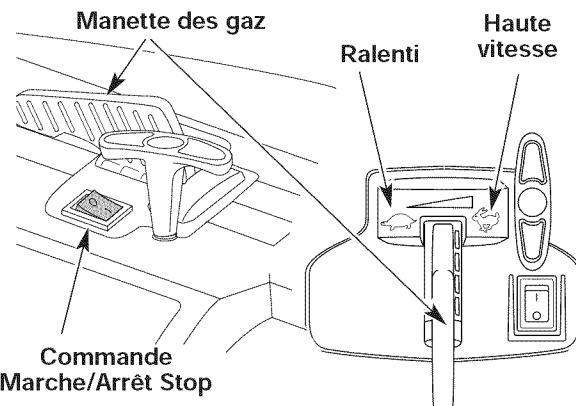
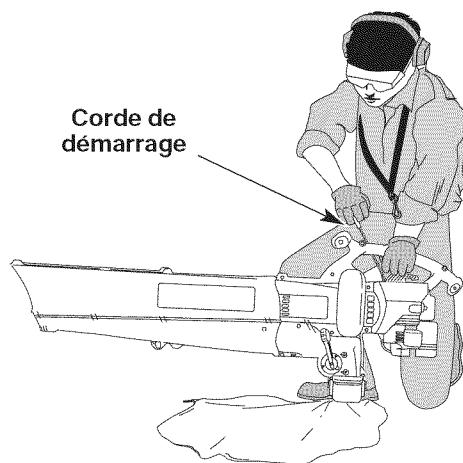

Fig. 9
Fig. 11
AVERTISSEMENT: éviter le démarrage accidentel. Se tenir en position de démarrage pour lancer le moteur (Fig. 11). Lors du démarrage, l'opérateur et l'outil doivent être en position d'équilibre afin d'éviter le risque de blessures graves. D'autre part, pour le démarrage, l'outil doit toujours êtreposé sur une surface propre et ferme. Les matériaux tels que le gravier, le sable, la poussière, l'herbe, etc. peuvent être aspirés par l'admission d'air et projetés par la sortie de l'outil.
4. Mettre l'outil en position de démarrage (Fig. 11). Mettez la manette des gaz en position de haute vitesse (↗) (Fig. 9).
1. Appuyez sur la commande Marche/Arrêt Stop et maintenez-la en position **ARRÊT (O)** jusqu'à ce que le moteur s'arrête complètement (Fig. 9).